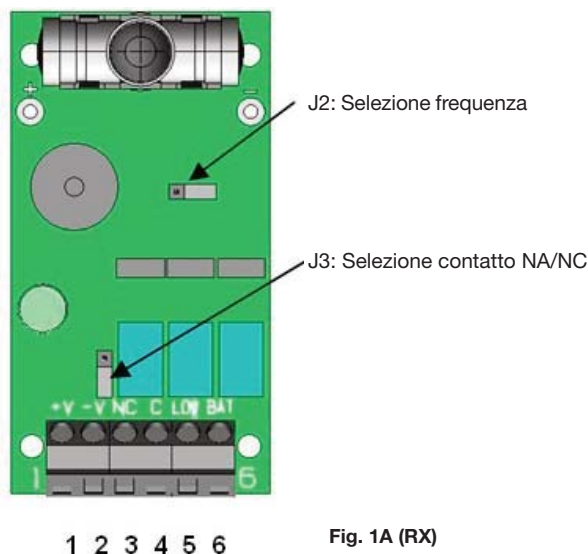

Fig. 1A (RX)
- Scegliere la stessa frequenza di funzionamento sul ricevitore e sul trasmettitore tramite gli appositi jumper (J2, fig 1A e 1B):